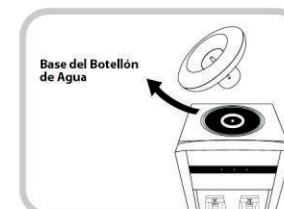

Fig.5
1. Si usted tiene un dispensador de agua Honeywell, quite la base de la botella de agua del tope del dispensador dándole vuelta en el sentido o en contrasentido de las agujas del reloj dependiendo del modelo. Un procedimiento similar debiera poder ser aplicado a dispensadores de agua de otras marcas. Favor contactar al fabricante de su dispensador de agua en caso de necesitar más instrucciones (fig. 5).